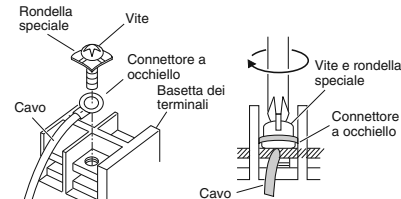

Fig. 4-6
- Applicare il connettore a occhiello al terminale corrispondente e serrare bene la vite. (Fig. 4-6)